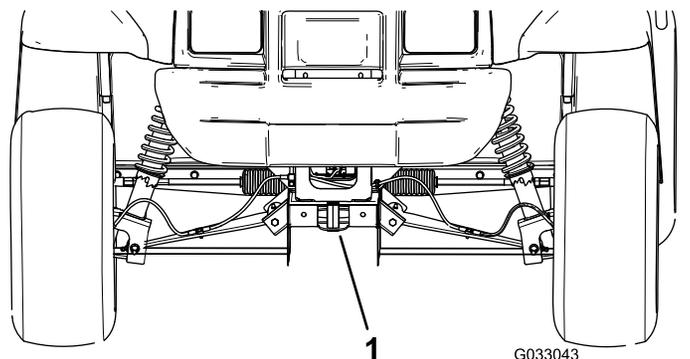

図 19
- 車両前部のジャッキアップポイントは、牽引トングの後ろのフレーム前部です 図 19。